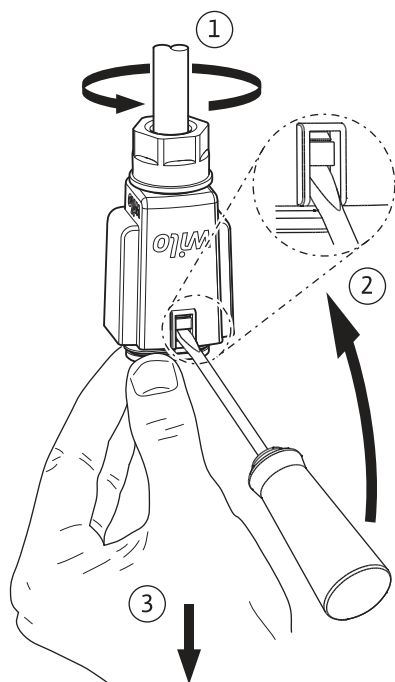

Fig. 6: Demontáž Wilo-Connectoru
- Sundejte z čerpadla Wilo-Connector a demontuje ho vhodným šroubovákem (Fig. 6).